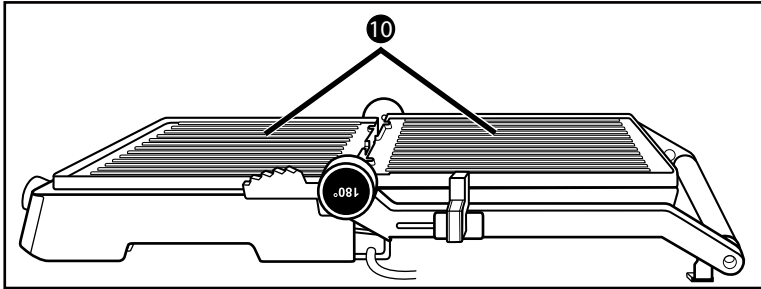

Fig. 2
- 3) Le piastre riscaldanti 10 si trovano ora l'una vicina all'altra e possono essere utilizzate come grill (fig. 2).